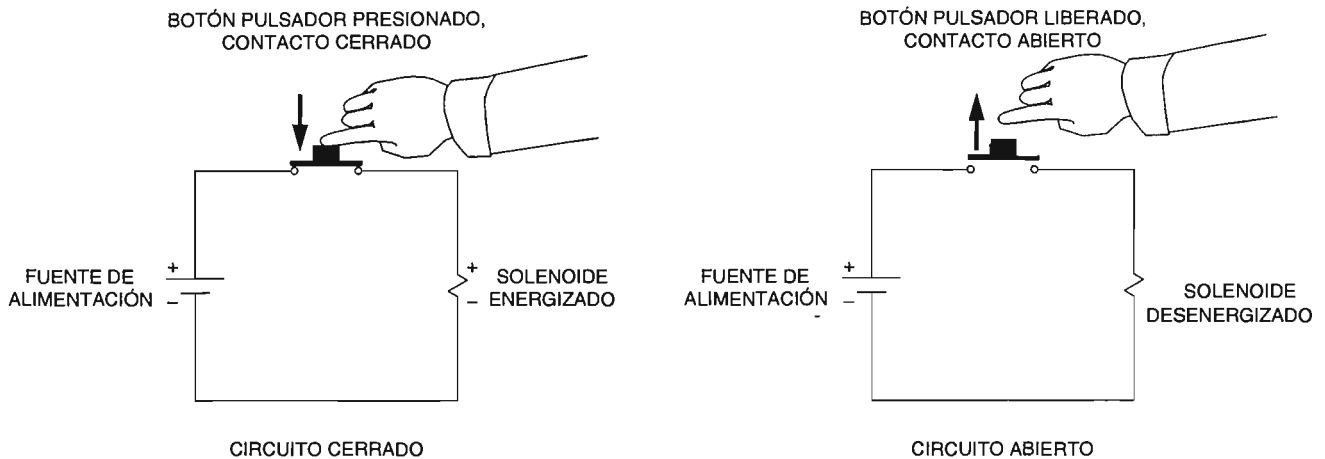

Figura 2-3. Un botón pulsador controla el flujo de la corriente a través del circuito.
El circuito simple de cc mostrado en la figura 2-3 incluye una fuente de alimentación de cc, un botón pulsador normalmente abierto (NA) y una válvula direccional operada por solenoide. El botón pulsador permite al operador controlar el flujo de la corriente a través del circuito.
Cuando el operador presiona el botón pulsador, el contacto en el botón pulsador cambia de abierto a cerrado. Esto crea una trayectoria de conducción completa iniciando en la terminal positiva (+) de la fuente de alimentación de cc, a través del contacto del botón pulsador, el solenoide, y regresa a la terminal negativa (-) de la fuente de alimentación de cc como lo muestra la figura 2-3. Esto permite que la corriente fluya a través del circuito. Se le ha indicado al circuito que se cierre. Como resultado, el solenoide es energizado.